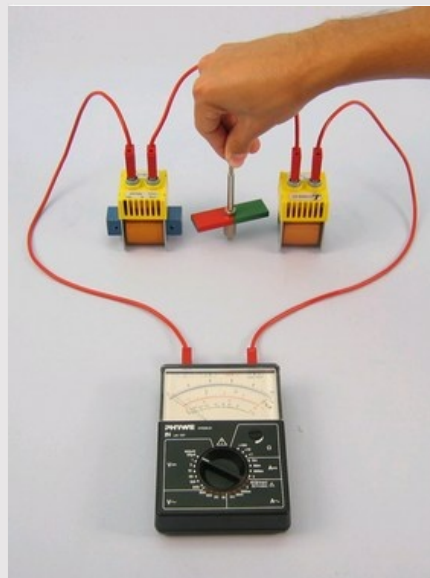

Рис. 3
- Вставте в одну з котушок двотавровий стрижень (див. рис. 3) і знову обертайте магніт. Поспостерігайте за показаннями вимірювального приладу. Запишіть свої спостереження в розділі "Результат - Спостереження 2" у протоколі.